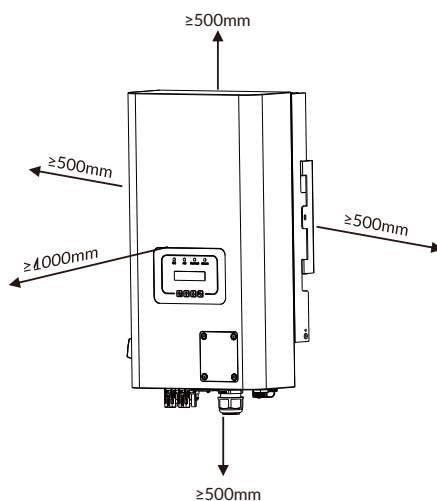

Imagen 4.3 Espacio de instalación
- Si se instala más de un inversor, se debe dejar un espacio de al menos 500 mm entre cada inversor. Además, dos inversores adyacentes también deben estar separados por al menos 500 mm. El inversor debe instalarse en un lugar donde los niños no puedan tocarlo. Ver la imagen 4.3.